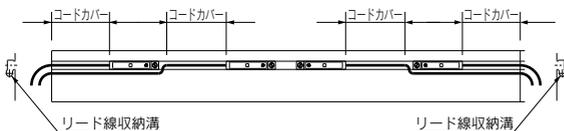

図1 オートスイッチ取付け位置
オートスイッチはシリンダ片面あたり最大で4ヶ(両面で8ヶ)装着可能です。オートスイッチを複数使用される場合には必ずリード線装着溝を利用してシリンダ端面より引出してください。(図1参照 太線：リード線)
2) コードカバーを所定長さ(図1参照)にカッターまたはチューブカッターにて切断してください。